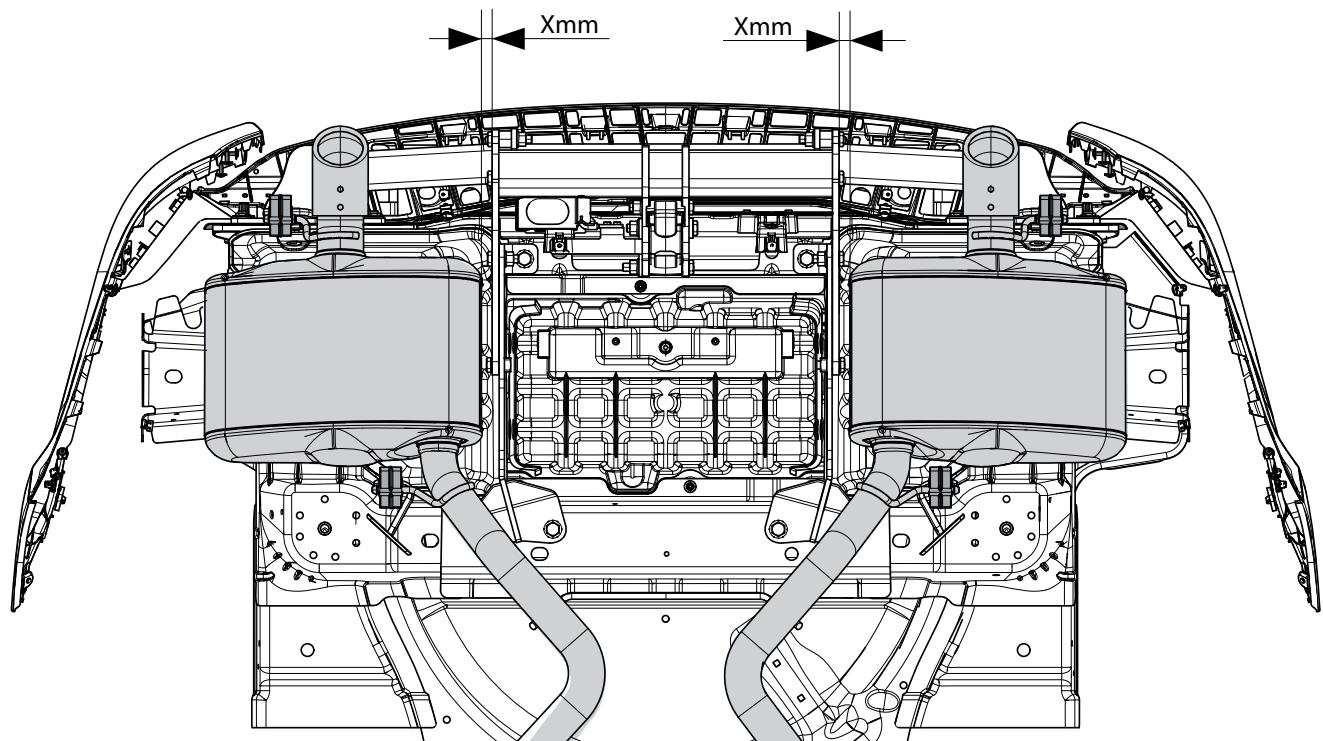

Fig. 6
- Установите сдвоенную выпускную систему по центру. См. рисунок 6.